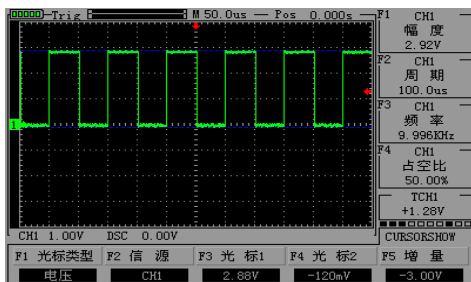

图 2-18 光标测量电压
- 通过按“◀”、“▶”、“▲”、“▼”键来调节光标位置。如图 2-18、2-19